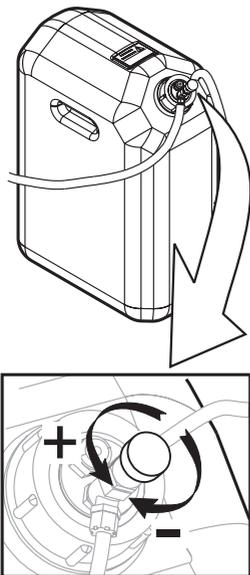

Fig. 13
- Regolate l'intensità di uscita della schiuma, attraverso il regolatore di portata che si trova sul tappo del serbatoio (Fig. 13).